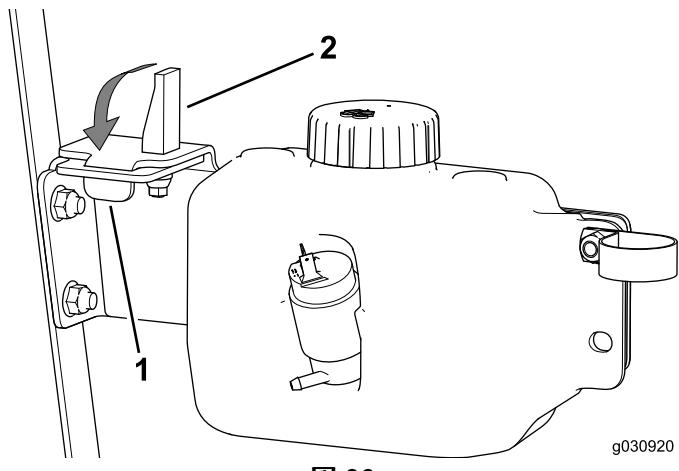

図 36
- スロットにタブを入れ、スエルラッチ用ブッシュをタンクプレートの穴に入れる 図 36。
- スエルラッチを倒す図 36。